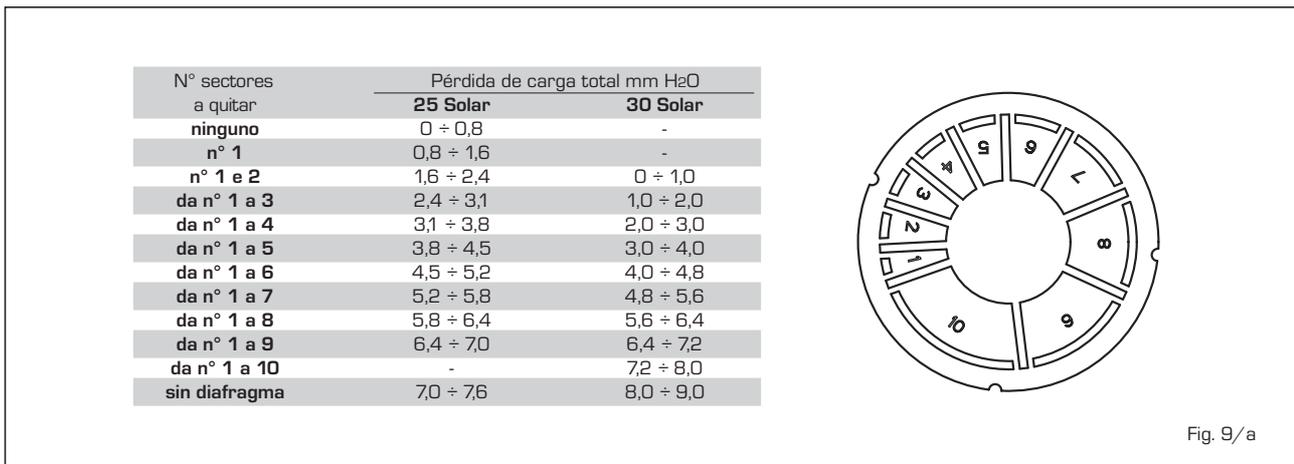

Fig. 9/a
2.9.1 Kit conductos separados (fig. 9)